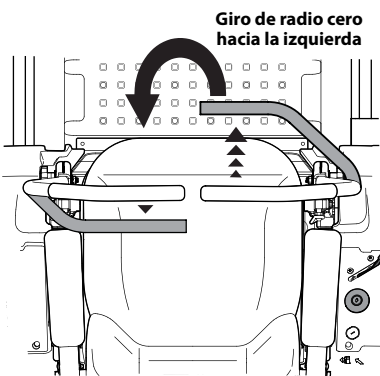

Figura 3-11
- Para girar hacia la izquierda, mueva la palanca de control derecha hacia adelante mientras mueve simultáneamente la palanca de control izquierda hacia atrás. Consulte Figura 3-11.